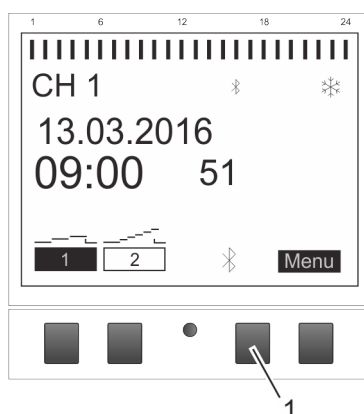

Fig. 7: Estabelecer a ligação Bluetooth no temporizador do distribuidor
1. Premir o botão Bluetooth (Fig. 7/1) no temporizador do distribuidor.